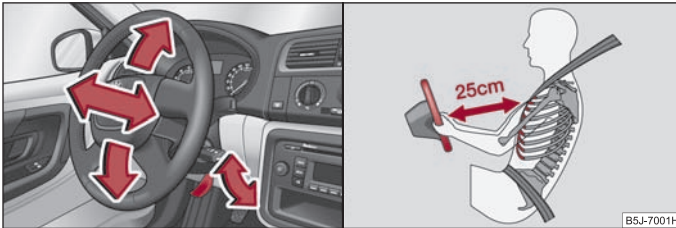

Abb. 90 Verstellbares Lenkrad: Hebel unter der Lenksäule / Sicherer Abstand vom Lenkrad
- Schwenken Sie den Hebel unter dem Lenkrad nach unten ⇒ Abb. 90 - links ⇒ ⚠.
- Der Fahrer muss einen Abstand zum Lenkrad von mindestens 25 cm einhalten ⇒ Abb. 90 - rechts. Wenn Sie den Mindestabstand nicht einhalten, kann Sie das Airbag-System nicht schützen - Lebensgefahr!